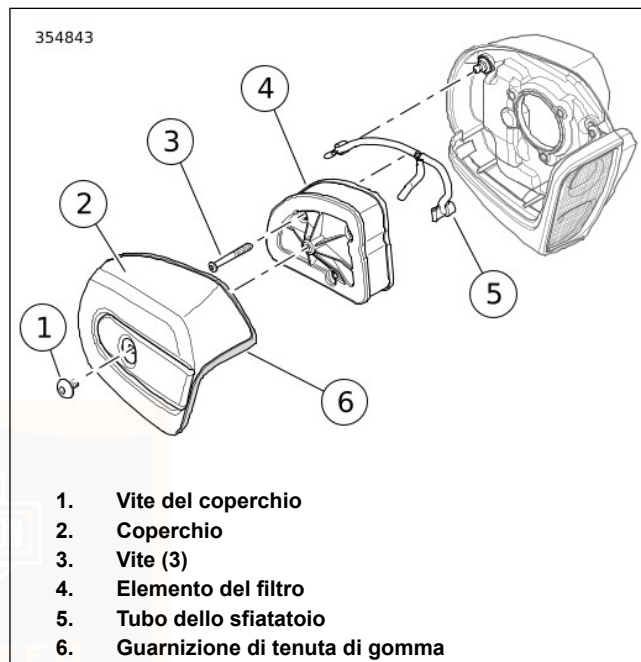

Figura 73. Gruppo del filtro dell'aria
1. Vedere Figura 73. Rimuovere la vite (1) e il coperchio del filtro dell'aria (2) con la guarnizione di tenuta di gomma (6).
2. Rimuovere le tre viti (3).
3. Rimuovere l'elemento del filtro (4) tirando il tubo dello sfiatatoio via dal foro sul lato interno.
4. Rimuovere il tubo dello sfiatatoio (5) dai bulloni dello sfiatatoio.
1. Vedere Figura 73. Installare il tubo dello sfiatatoio (5) sui bulloni dello sfiatatoio.
2. Installare l'elemento del filtro (4) e nel contempo spingere il tubo dello sfiatatoio nell'elemento.
3. Installare le viti (3). Serrare le viti a 4,5–6,8 N·m (40–60 in-lbs).
4. Controllare che la guarnizione di tenuta di gomma (6) non sia danneggiata e sia inserita correttamente intorno al perimetro del coperchio del filtro dell'aria.
5. Collocare il coperchio del filtro dell'aria sulla piastra di appoggio. Applicare alle filettature della vite (1) una goccia di LOCTITE 243 MEDIUM STRENGTH THREADLOCKER AND SEALANT (blue). Installare la vite. Serrare a 4,1–6,8 N·m (36–60 **in-lbs**).